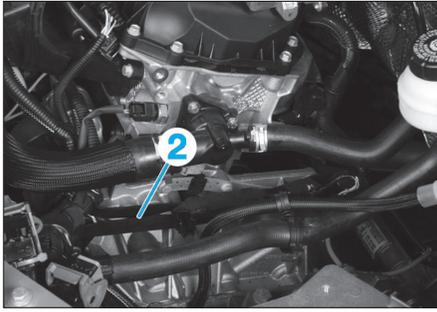

Fig. 3
- Ecarter la goulotte du faisceau moteur (2) (Fig.3).